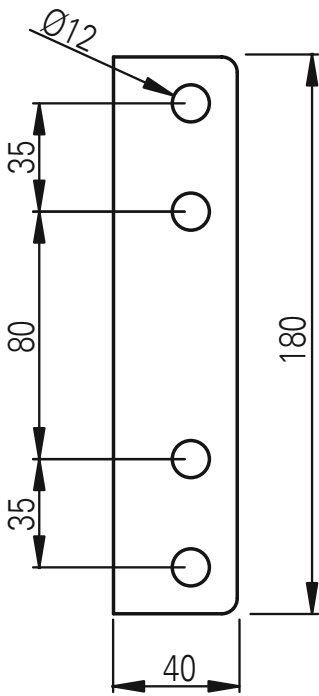

Fig 7
1. Montera konsolerna på väggen enligt mått i fig 7 och 8.
1. Montera pendlar el dyl (medföljer inte) i taket med c-c mått enligt fig 7 och 8.